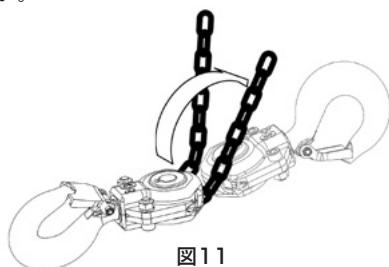

図11
- (29)本体に取り付けられた注意ラベルや銘板を外したり、不鮮明なまま使用しないでください。
- (30)人間の手動力以外での操作はしないでください。
- (31)無負荷側のロードチェーンに荷を掛けない。無負荷側に負荷がかからない様にしてください。
- (32)玉掛け用具はフックに正しく掛けてください。
- (33)巻上げは、ロードチェーンまたは玉掛け用具が張ったところで一度停止してください。
- (34)ロードチェーンの掛け数が2本以上の場合は、下フックがロードチェーンの間をくぐってトンボ返りした異常状態になっていないか確認してください。図11
- (35)本体・ロードチェーンに砂などがたい積しないよう常に常に清掃してください。
- (36)作業に対し揚程が十分であることを確認してください。